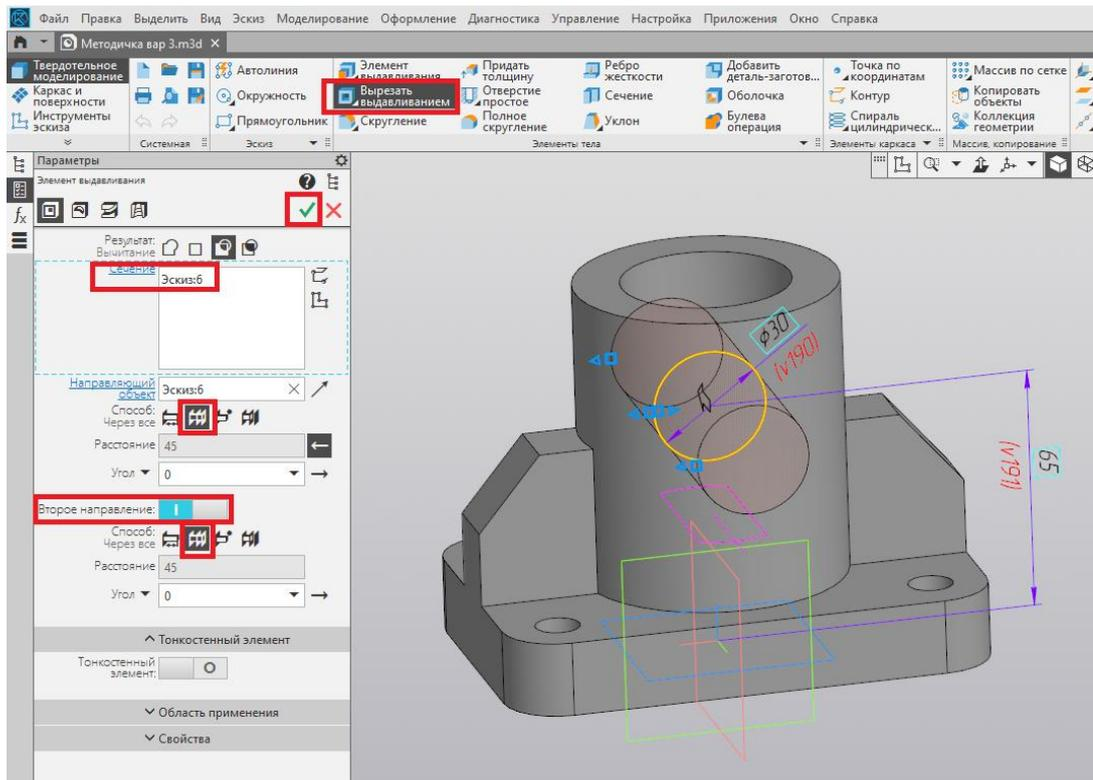

Рис. 161
33. При помощи команды «Вырезать выдавливанием» выполняем из полученного эскиза сквозное цилиндрическое отверстие (рис. 161).